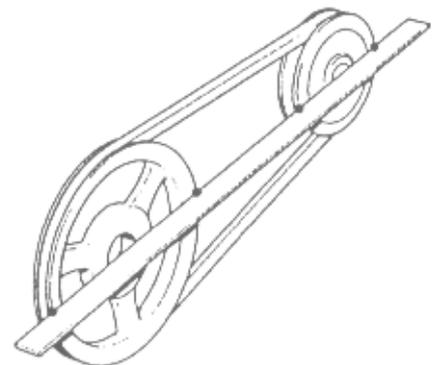

Abb. 12.2 Ausrichten der Riemenscheiben
- Sicherstellen, daß nach der Justierung beide Riemenscheiben fluchten, um übermäßige Abnutzung des Keilriemens zu vermeiden. Prüfen durch Anlegen eines geeigneten Lineals wie in Abb. 12.2 dargestellt. Das Lineal muß die Riemenscheiben an 4 Punkten berühren.